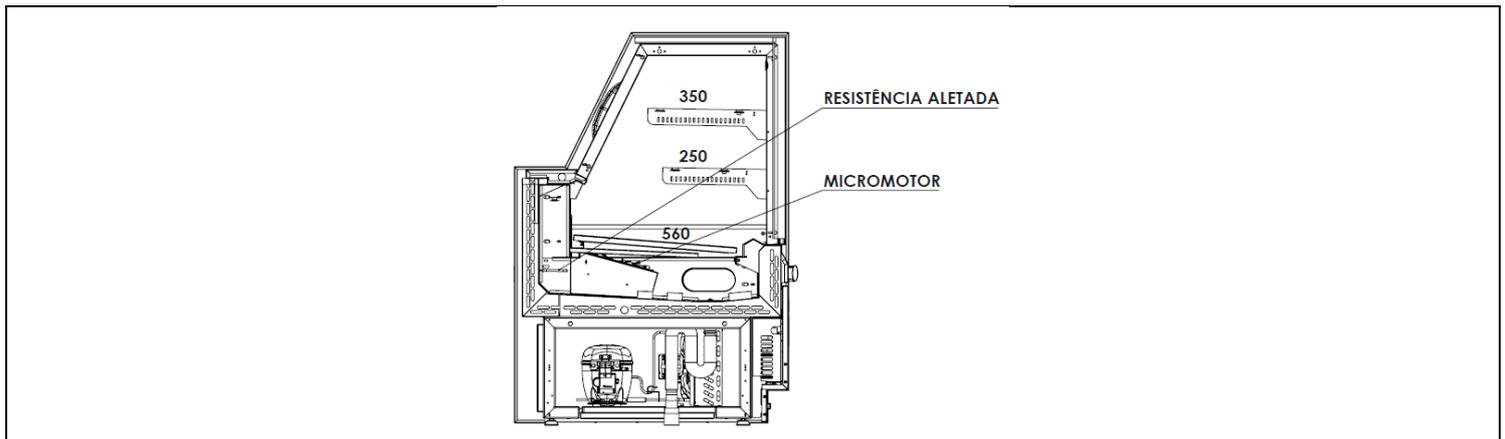

Figura 5: Sistema de aquecimento MFPE
- 2 - Nos equipamentos MFPE o aquecimento é realizado através de uma resistência com aletas combinado com sistema ar forçado por micromotor, conforme figura 5.